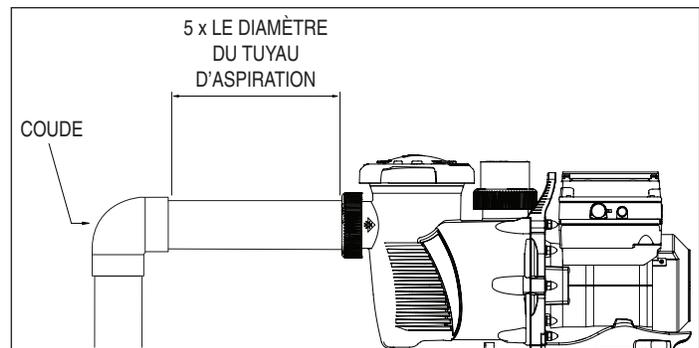

Figure 2 : Tuyauterie recommandée
4. Pour la plupart des installations que Pentair recommande installer une vanne sur les deux l'aspiration de la pompe et retournent les lignes afin que la pompe peut être isolée au cours de l'entretien de routine. Cependant, nous recommandons aussi qu'une vanne, un coude ou té installé dans le tuyau d'aspiration doit être au moins à l'avant de la pompe cinq fois le diamètre de la conduite d'aspiration. Voir **Figure 2**.